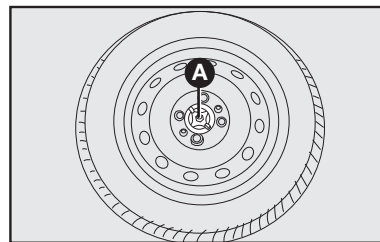

fig. 11
- 18) Fixar a roda com o dispositivo de bloqueio **A-fig. 11**.